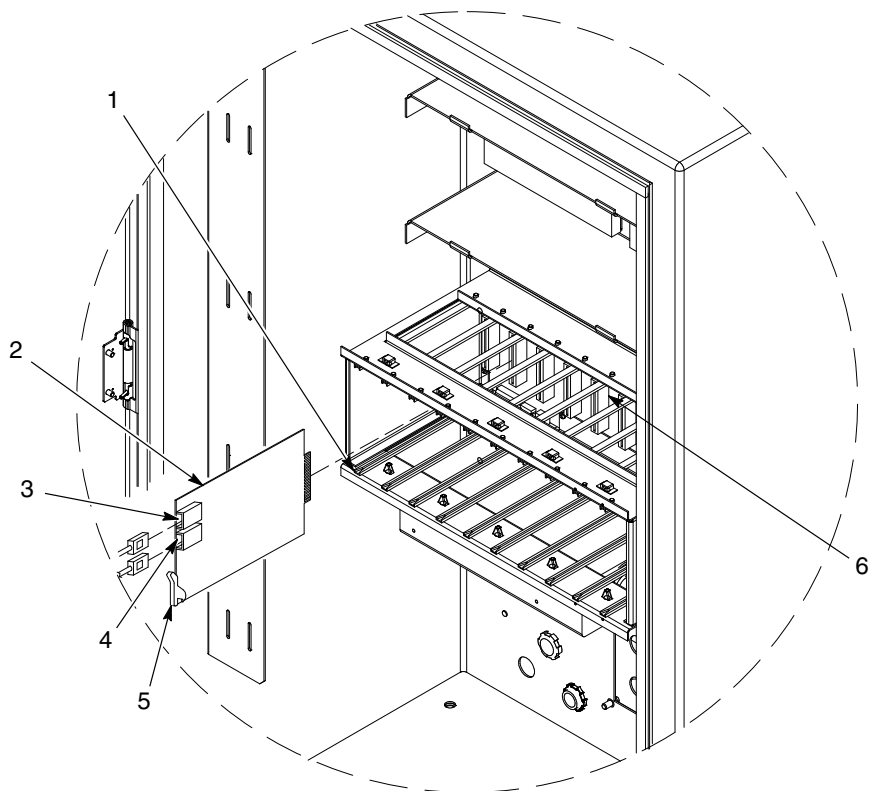

Bild 5-2 Byte av styrkort för pistoler
Se bild 5-2. Styrkort för pistoler (2) sätts in i racken från vänster till höger. Varje kort styr två pistoler: den nedre kontakten är för pistoler med udda nummer, den övre kontakten är för pistoler med jämnt nummer.